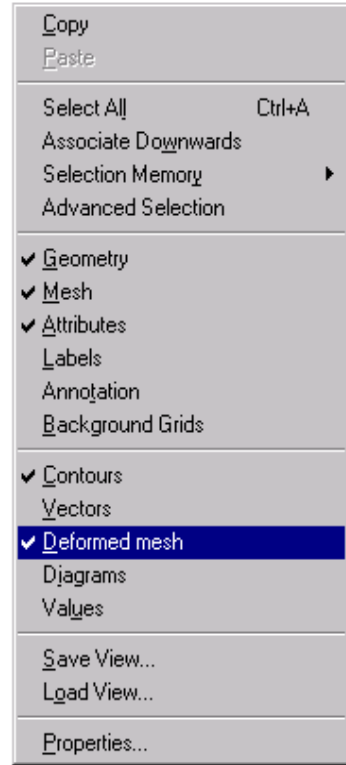

Fig. 46
- click cu butonul dreapta al mouse-ului în fereastra de grafică, în afara modelului. Pe ecran apare meniul din fig. 46
- în meniul afișat pe ecran (fig. 46) se selectează opțiunea valori (**Values**)